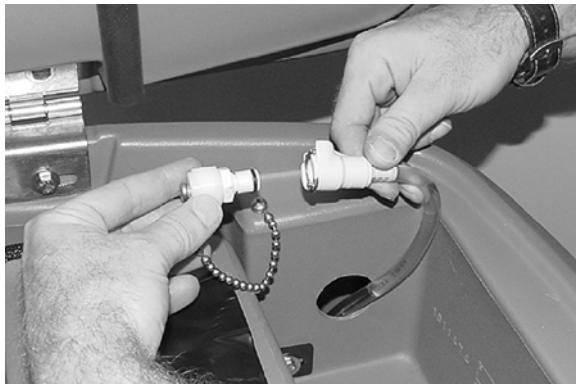

FIG. 52
11. Modèle FaST: branchez le tuyau d'alimentation FaST-PAK sur le bouchon de stockage lorsque vous ne l'utilisez pas (Figure 52). Eliminez toute trace de concentré séché du raccord du tuyau, en le trempant dans de l'eau chaude.